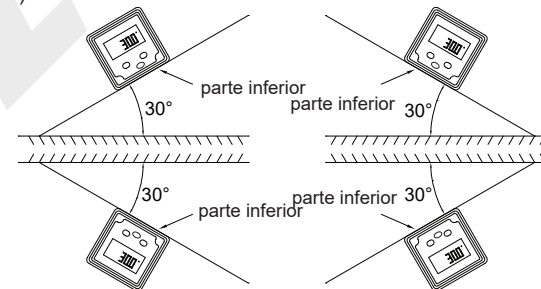

fig.4
7. O instrumento pode ser usado em 4 orientações, o visor vira quando a parte inferior fica voltada para cima (Fig. 4).